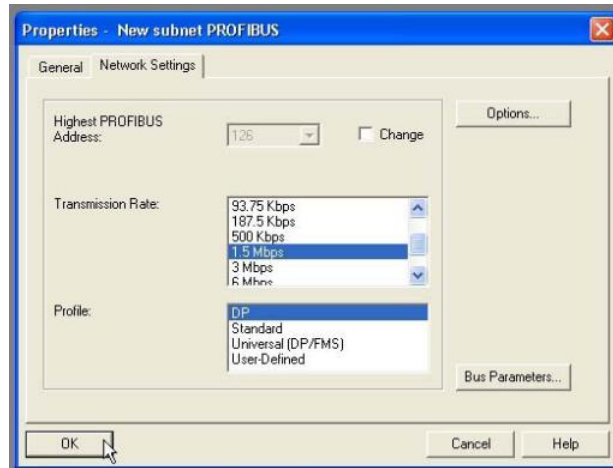
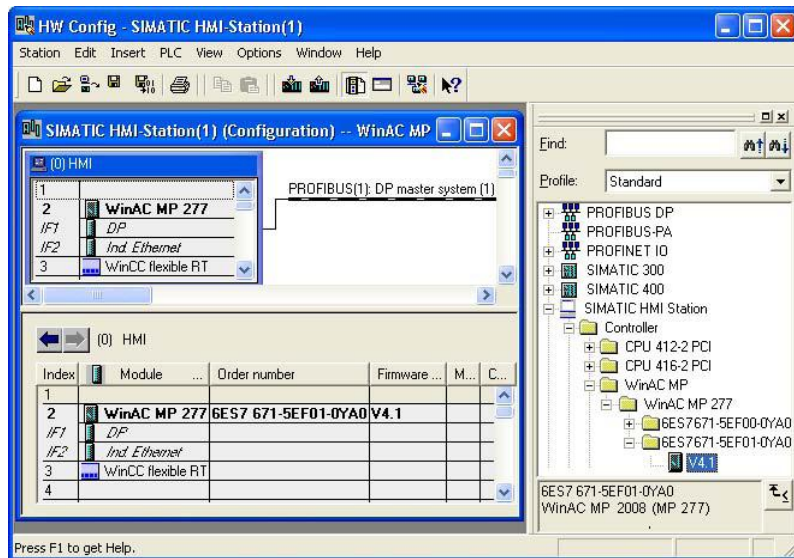

图15 设置PROFIBUS接口属性
图16 完成 WinAC MP 控制器及其接口设置后的组态画面
12. 在网络设置中设置传输速度，如图15所示。 关闭对话框，结果如图16所示。